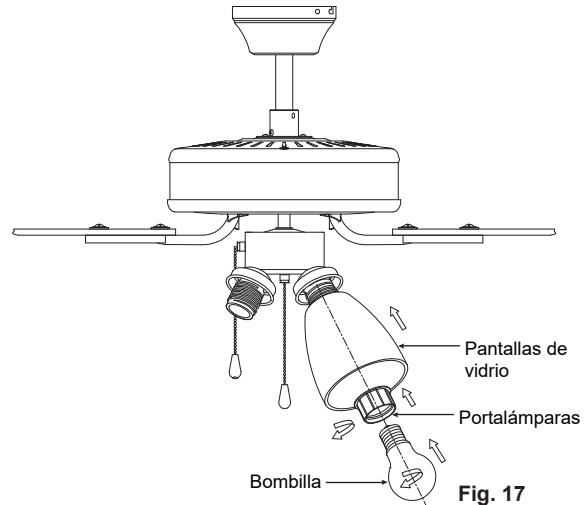

Fig. 17
**Paso 2.** Instale las pantallas de vidrio en el artefacto de iluminación desenroscando parcialmente los tornillos de pulgar de los soportes de los vidrios, inserte el vidrio y luego ajuste suavemente los tornillos de pulgar con la mano, de manera uniforme, en el vidrio. NO AJUSTE DEMASIADO (Fig. 17).
**Paso 3.** Instale las bombillas LED E26 4x9W (incluidas) (Fig. 17).